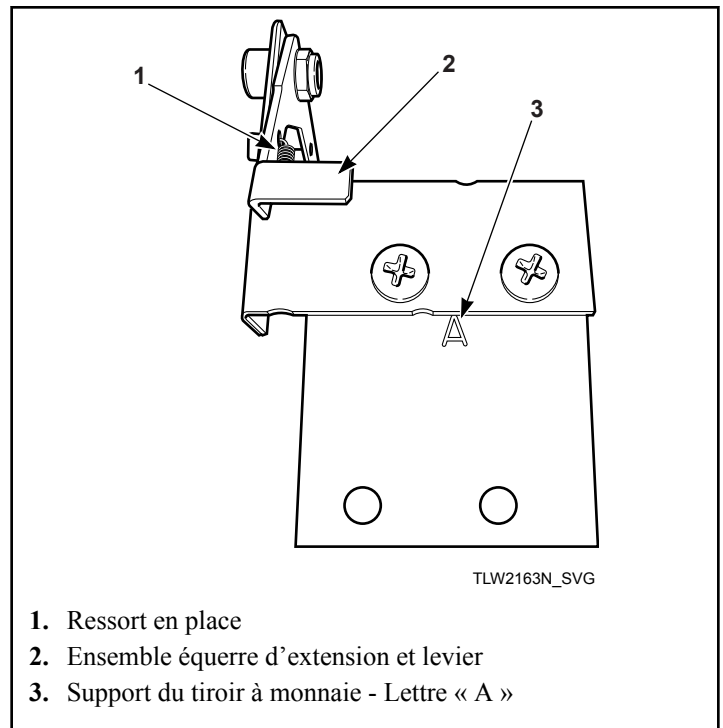

Figure 30
5. Fixer l'ensemble équerre d'extension et levier au support du tiroir à monnaie à l'aide de deux vis et de deux contre-écrous. Se reporter à *Figure 30*.
IMPORTANT : Installer le support du tiroir à monnaie de façon à ce que la lettre « A » soit orientée vers le haut et pointe vers l'ensemble équerre d'extension et levier. Se reporter à *Figure 30*.